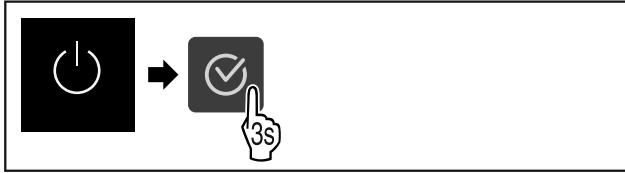

Fig. 55
▶ Végezze el a gyakorlati lépéseket (lásd Fig. 55).